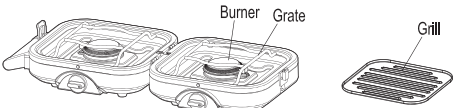

Fig 2
1. Saque el aparato de la caja y suelte el pestillo de cierre (1).
4. Retire, dé la vuelta y vuelva a colocar los soportes para sartenes desde sus posiciones de almacenamiento. Si utiliza la bandeja para asar, colóquela encima de cualquiera de los soportes con las pestañas de encaje fijadas en el soporte (Fig.2).